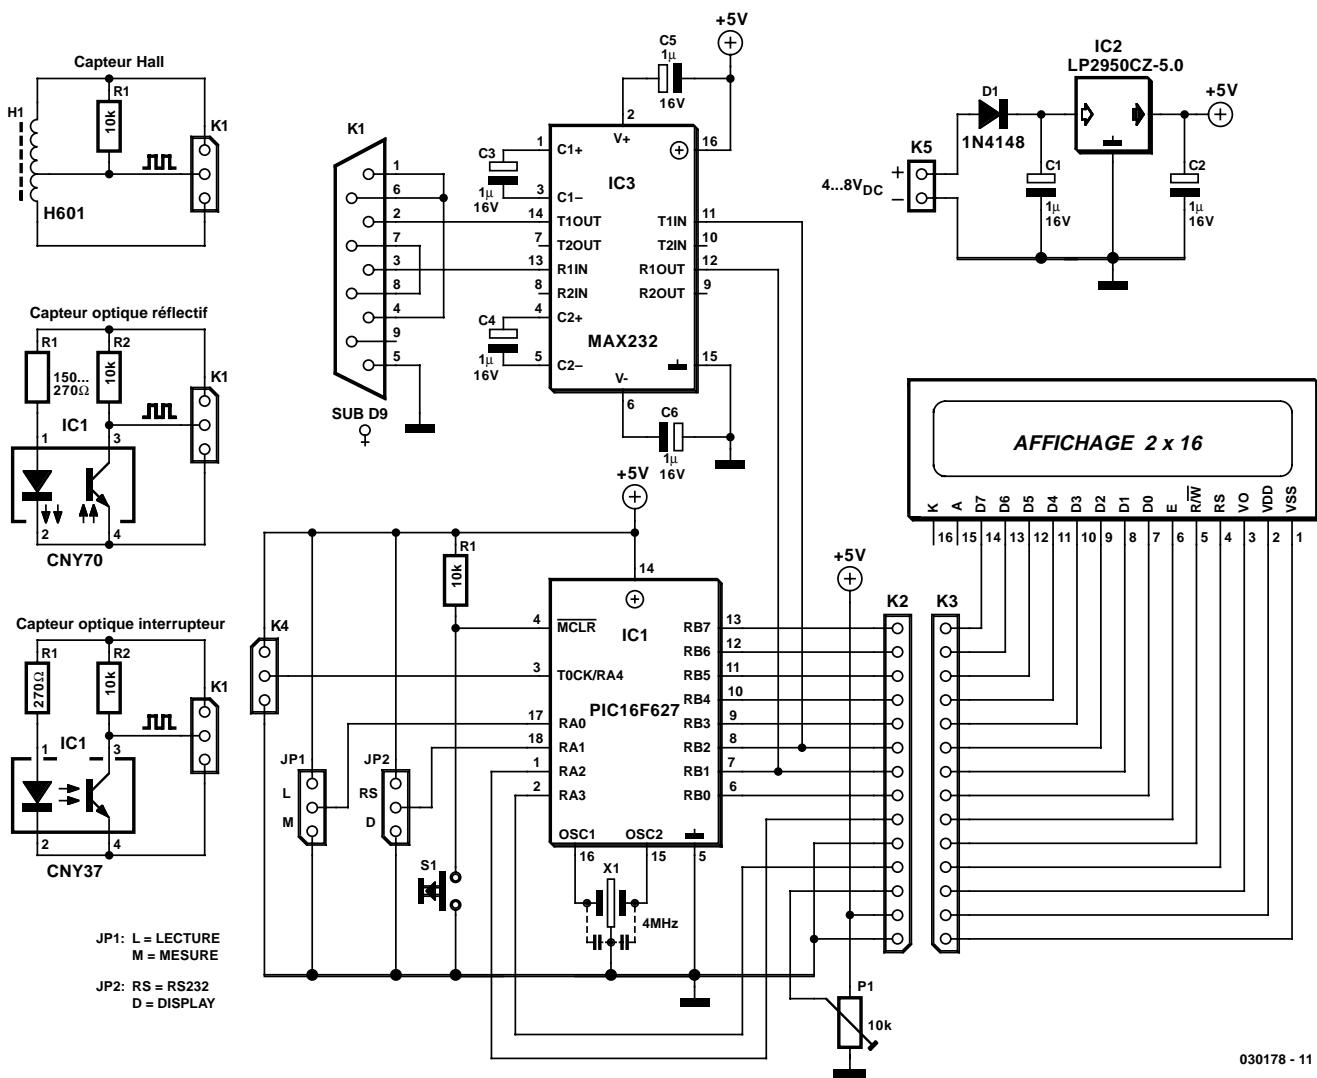

Figure 1. Le RC-Analyzer peut s'accommoder de 3 variétés de capteurs.
Le cœur, ou plus exactement le cerveau du système Analyzer dont on retrouve le schéma en **figure 1**, est un microcontrôleur PIC de chez Microchip du type PIC16F627 doté de 1 Kbit de mémoire Flash et d'une EEPROM embarquée de 128 octets mise à contribution pour le stockage
L'embase K4 pourra se voir connecter l'un des 3 capteurs représentés sur le schéma de la figure 1 : un capteur à effet Hall, qui réagit à un champ magnétique (rotatif), une barrière lumineuse optique à réflexion (opto-coupleur réfléctif) et un capteur à détection d'interruption optique (opto-coupleur à fenêtre). En cas d'utilisation de l'opto-coupleur à fenêtre il faudra doter l'engrenage principal du modèle RC d'un petit orifice par lequel la lumière infrarouge (IR) passera une fois par tour. Ce type de capteur requiert le plus de place. L'écartement de l'opto-coupleur utilisé dépend bien entendu de l'épaisseur de l'engrenage principal.